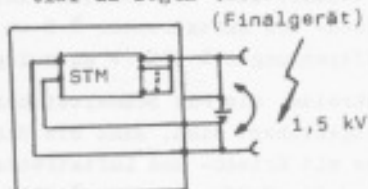

Abb. 1.2.
1. bei Prüfung des Netzkreises mit max. 1,5 kV Wechselspannung die beiden Netzeingangskontakte miteinander zu verbinden und alle Kontakte der ausgangseitigen Steckverbinder einer Baugruppe auf Schutzleiterpotential zu legen (Abb. 1.2.).